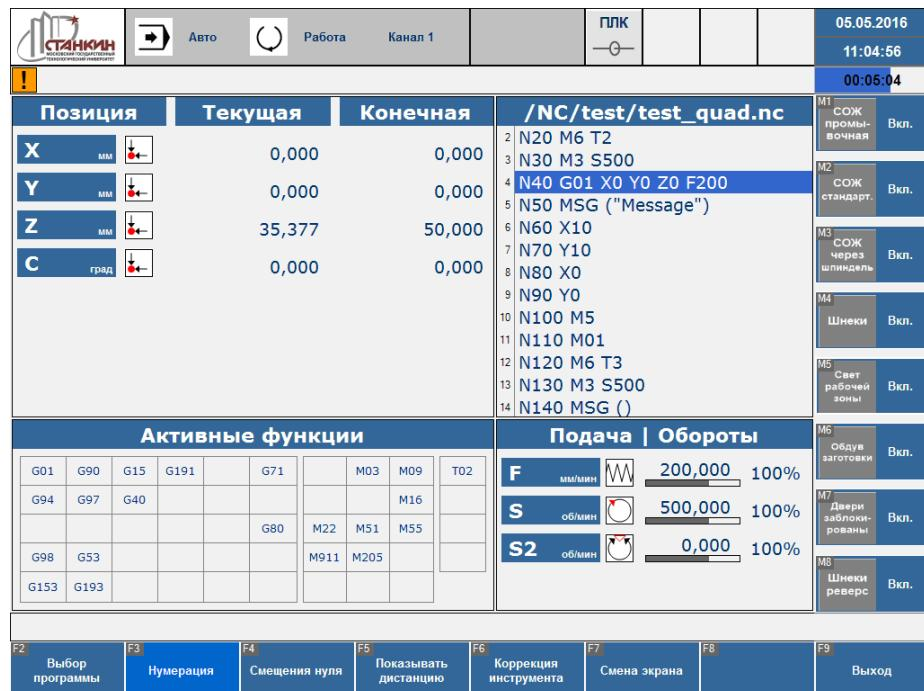

Рисунок 19 – Окно экрана оператора в автоматическом режиме
Вид окна экрана оператора в автоматическом режиме показан на Рисунок 19.
- Стандарт (см., например, Рисунок 19).